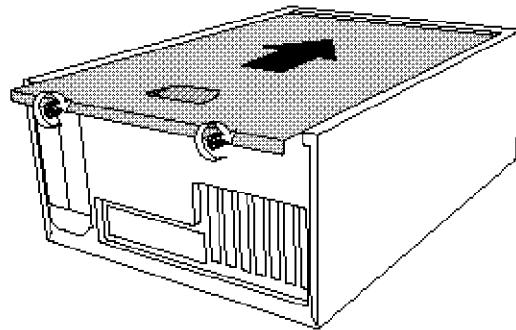

图 2-5 机箱侧盖的安装
6. 反之，安装时将侧盖边沿的固定卡片对准机箱上的定位孔槽压上，到位后再朝机箱正面方向推动，直到侧盖盖严，侧盖后端与机箱后端贴紧，如图2-5。